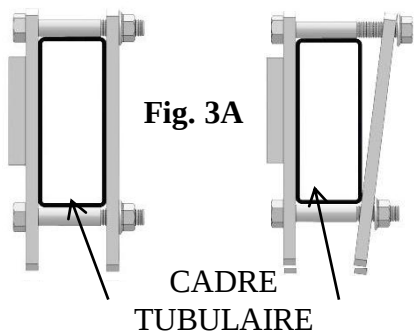

Fig. 3A
Ne pas en serrer un complètement avant d'en serrer un autre. Serrer uniformément. Voir la figure 3A. La bride intérieure (N) se courbera si le serrage n'est pas effectué correctement.
- Serrer l'écrou (P) et le boulon (Q) au couple de 75 lb-pi. Les serrer uniformément. Ne pas en serrer un complètement avant d'en serrer un autre. Serrer uniformément. Voir la figure 3A.
- La bride intérieure (N) se courbera si le serrage n'est pas effectué correctement.
- Serrer les écrous à embase (P) au couple de 75 lb-pi. Ne pas en serrer un complètement avant d'en serrer un autre. Serrer uniformément. Voir la figure 3A.
- La bride intérieure (W) se courbera si le serrage n'est pas effectué correctement.